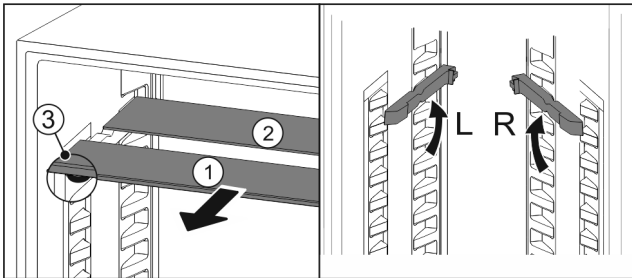

Fig. 133
- ▶ По одной извлеките Fig. 133 (1) стеклянные панели движением вперед.
- ▶ Стеклянная панель Fig. 133 (1) с декоративной планкой лежит спереди.
- ▶ Стопоры Fig. 133 (3) показывают вниз.